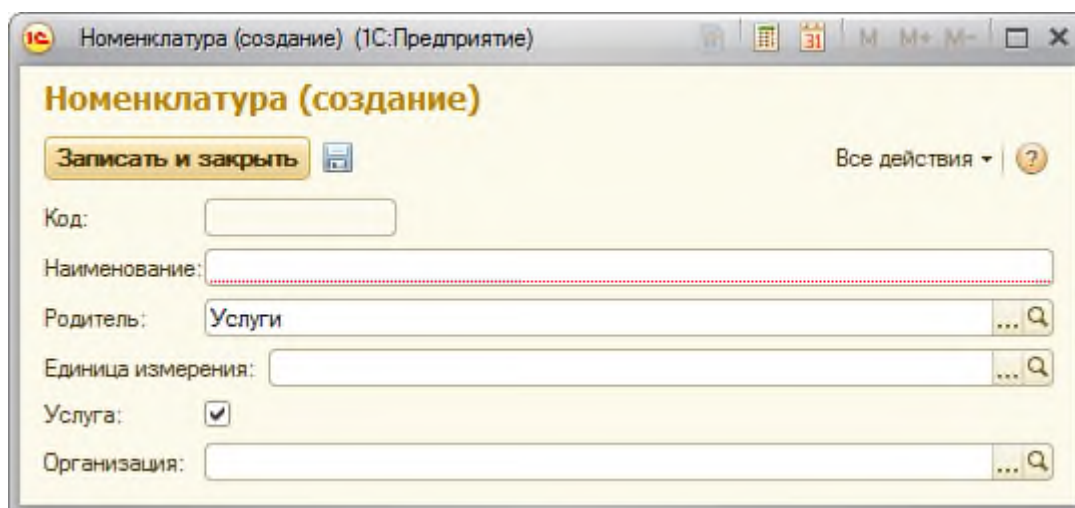

Рисунок 6.8- Результат заполнения реквизита Услуга на основании параметров элемента родителя
7. Опробуем решение в пользовательском режиме, можно заметить, что, во-первых, структура **ДанныеЗаполнения** действительно теперь содержит ключ **Услуга** со значением **Истина**, а так же то, что элементы, создаваемые в группе с установленным флагом **Услуга**, имеют данный реквизит в установленном положении, Рисунок 6.8.